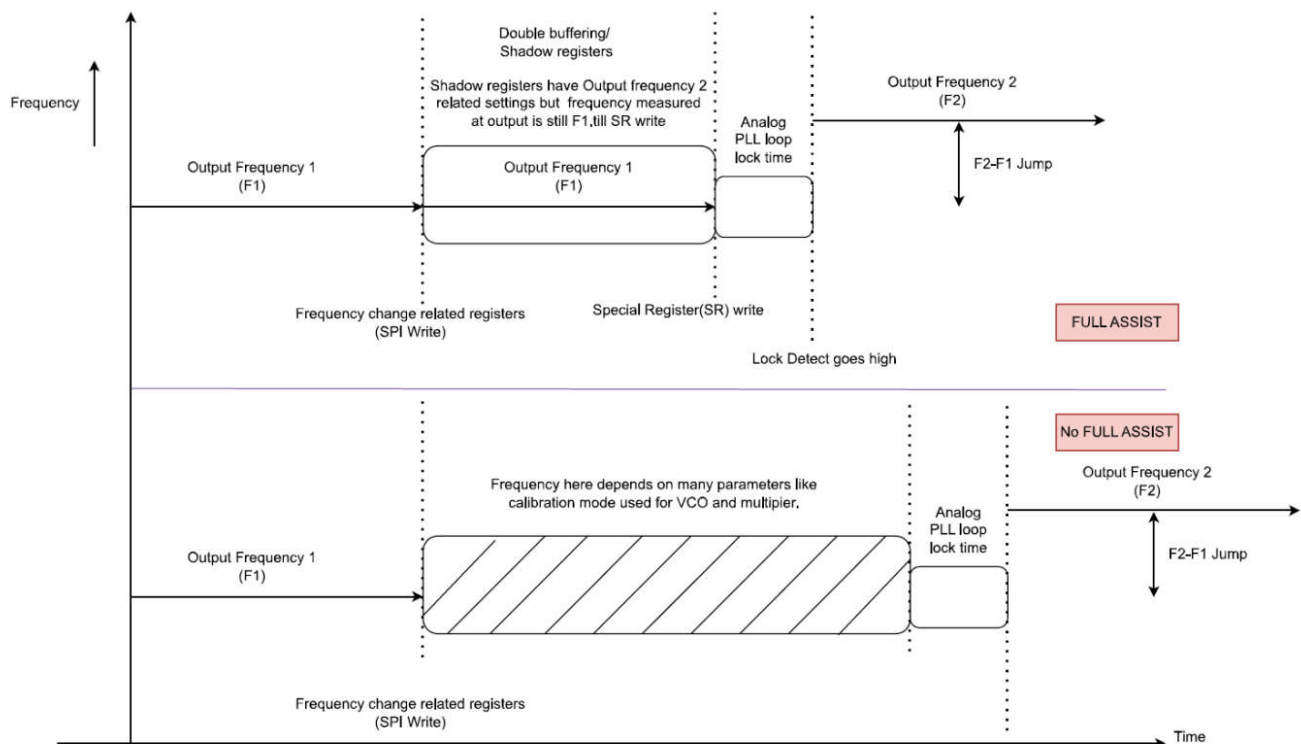

図 2. 時間に伴うフル アシスト周波数過渡応答
- これを回避するために、F2 へ切り替えるために必要なレジスタは内部のシャドウ レジスタ (ダブル バッファ付き) に格納されており、特定の一つのレジスタ (SR) が書き込まれたときにのみ適用されます。
- これにより、すべてのキャリブレーション コードが特定のレジスタの切り替え後に一括でそれぞれのブロックに送られるため、周波数切り替えが非常に高速になります。図 2 に、フル アシスト機能ありとなしでの出力周波数の外観を示します。